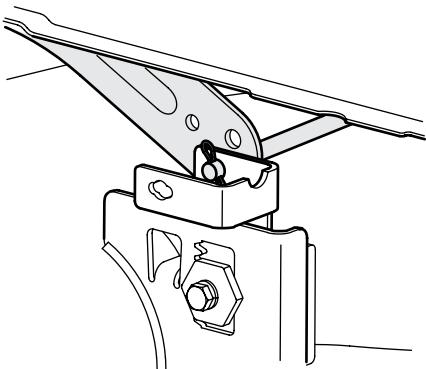

Figura 4-12
5. Mirando la plataforma de corte desde el lado izquierdo del tractor, ubique el pasador de chaveta que sujetla la varilla de soporte de la plataforma del lado posterior izquierdo de la plataforma. Consulte la Figura 4-12. Extraiga el pasador de chaveta que sujetla la varilla de soporte de la plataforma, y con cuidado saque el soporte de la plataforma del brazo de elevación de la plataforma.